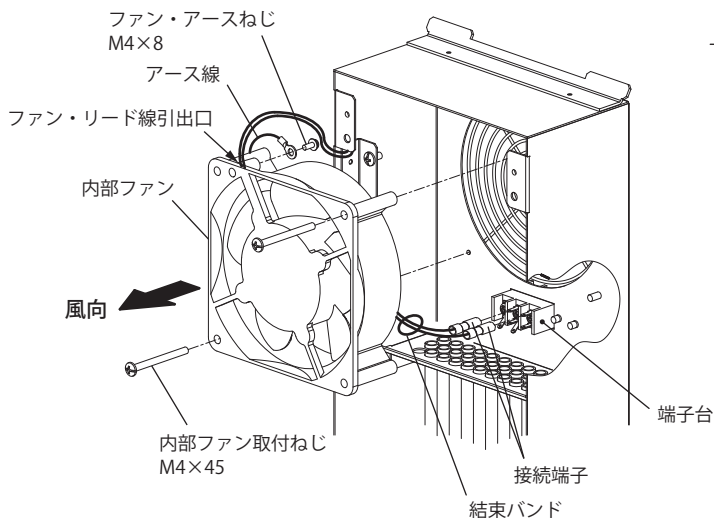

図 10
1. 内部ファン取付ねじ M4×45 (2 カ所) を取り外し、端子台横の結束バンドを外してください。(図 10)